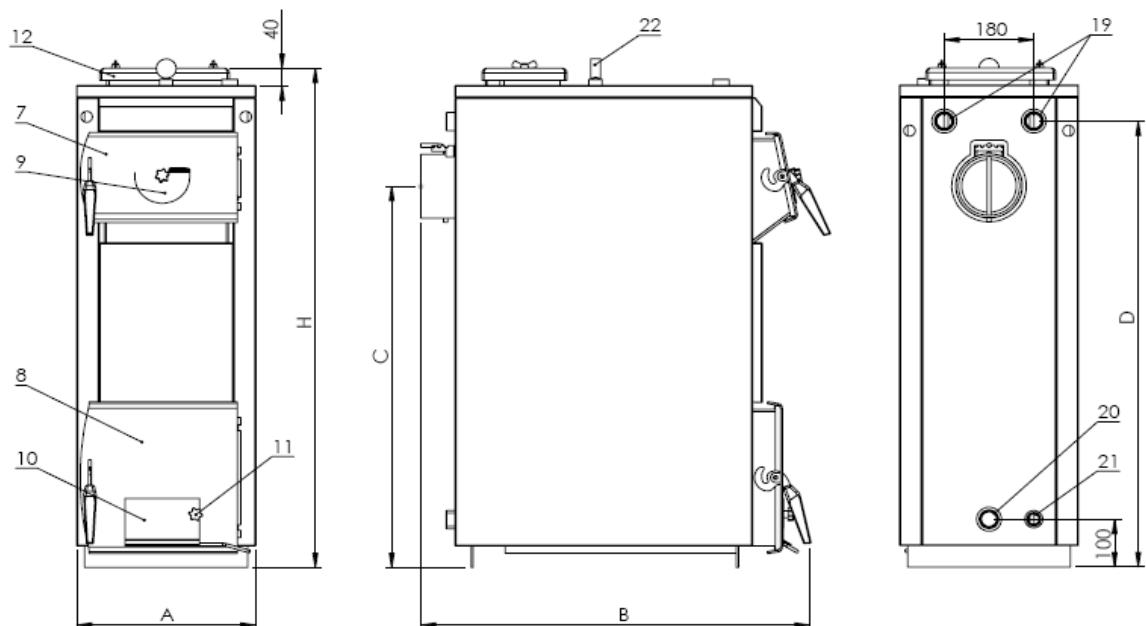

Рис. 1. Конструкция и размеры котлов типа ЕКО-KWS 14
Схема конструкции котла представлена на Рис.1
- e) Проверить положение регулятора тяги (рис.1) над выпускным каналом газов сгорания.
A. На колосниках, доступ к которым осуществляется через нижние дверцы, уложить розжиг (например бумагу с опилками или с сухими кусками дерева) и небольшое количество топлива, поджечь. Во время розжига и сжигания топлива заслонка первичного воздуха (10) в нижней дверце (8) и шиберная заслонка дымохода (16) должны быть открытыми. Во время сжигания подачу воздуха можно контролировать при помощи поворотного регулятора заслонки (11) или регулятора тяги (не входит в комплектацию котла). В случае установки регулятора тяги следует выкрутить поворотный регулятор (11) из заслонки.